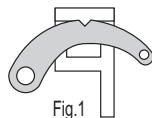

Fig.1
1. Respecter toutes les précautions de sécurité. Placer la base du cric en dessous de la charge. Mettre le crochet à inversion (20) en position haute (« UP ») et contrôler qu'il est bloqué en place, l'échancrure du crochet étant correctement engagée dans la fente présente sur le bouton d'inversion (18) - voir figure : 1. Faire monter le nez jusqu'à ce qu'il vienne en contact avec la charge au niveau du point de levage désiré. À ce stade, contrôler qu'il n'y a rien qui puisse faire obstacle à un levage correct.
2. Tirer fermement et régulièrement sur la poignée vers le bas et contrôler la montée de la charge. Lorsque la poignée arrive en position basse, le goupille de levage (15) se met en place avec un « clic » dans un trou dans la barre d'acier (3). À ce stade, relâcher la poignée pour laisser la goupille (15) prendre la charge. Remonter la poignée en haut de course pour prendre un nouveau point d'appui et pomper une nouvelle fois.